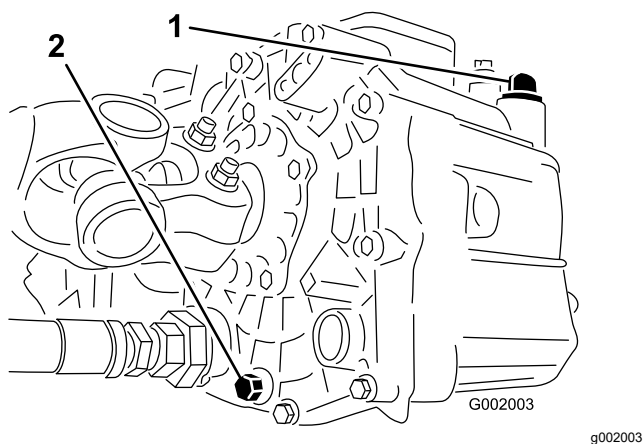

Bild 52
3. Nehmen Sie die Ablassschraube an der Seite des Behälters ab und lassen Sie das Hydrauliköl in die Auffangwanne ablaufen (Bild 52).